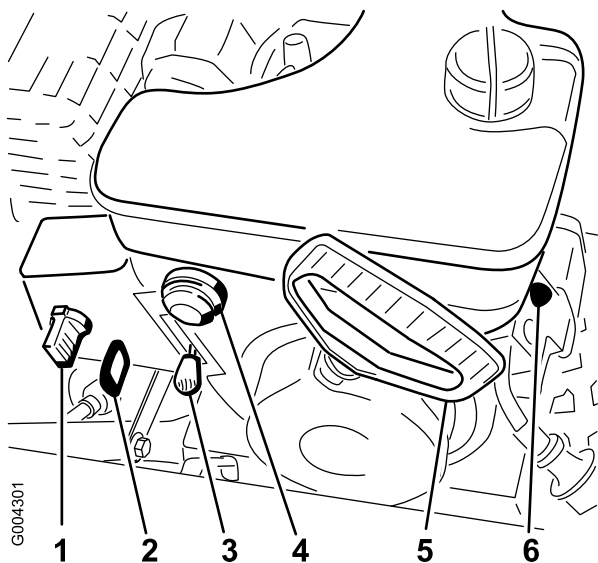

Рисунок 14
2. Выньте ключ из свечи зажигания (Рисунок 14).
3. Вытяните воздушную заслонку в положение off (закрыто) (Рисунок 14).
2. Переведите рычаг дроссельной заслонки в положение Fast (Быстро) (Рисунок 14).
5. Поверните заслонку в положение Оп (Рисунок 14).
6. Вставьте ключ зажигания (Рисунок 14).
7. Закройте отверстие в центре ручки пускового насоса (Рисунок 14) большим пальцем и плавно нажмите на ручку 3 раза, делая паузы между нажатиями.
8. Захватите ручку механического стартера (Рисунок 14) и плавно вытягивайте ее до обеспечения надежного сцепления; затем энергично потяните ее для запуска двигателя.
10. После того, как двигатель запустился, немедленно поверните ручку воздушной заслонки (Рисунок 14) в положение 3/4. Когда двигатель прогревается, поверните ручку воздушной заслонки в положение 1/2. Когда двигатель достаточно прогреется, поверните ручку воздушной заслонки в положение Off (Закрето).